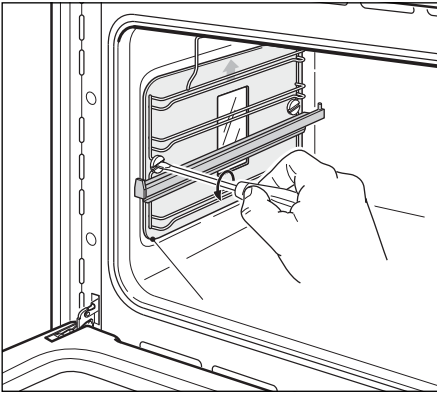

Abb.34 Entfernen der seitlichen Haltegestelle und Selbstreinigungselemente (nur bestimmte Modelle)
Die Selbstreinigungselemente verfügen über eine spezielle Mikroporenbeschichtung, die dafür sorgt, dass Öl- und Fettverschmutzungen bei Kochvorgängen über 200° C absorbiert und entfernt werden. Wenn nach dem Kochen stark fettender Speisen die Elemente immer noch verschmutzt sein sollten, heizen Sie den Ofen auf maximaler Temperatur für eine Stunde, um den Selbstreinigungsvorgang auszuführen. Die seitlichen Elemente sind austauschbar. Achten Sie beim Austauschen darauf, dass sie mit dem Pfeil nach oben auf der richtigen Seite angebracht werden. Um die Selbstreinigungselemente entfernen zu können, müssen zunächst die Haltegestelle entfernt werden. (Siehe Abb. 34)
- 1 Lösen Sie die Schrauben eines seitlichen Haltegestells und entnehmen Sie es (Abb. 34).